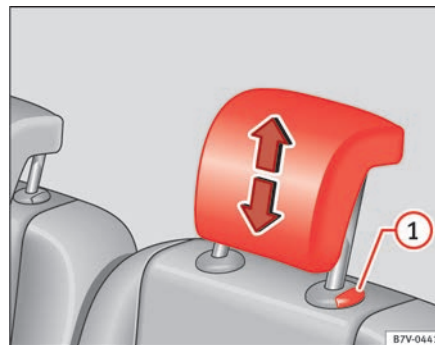

Fig. 87 Desmontar o encosto de cabeça traseiro.
- Extraia o encosto de cabeça por completo mantendo pressionado o botão ⇒ Fig. 87 .